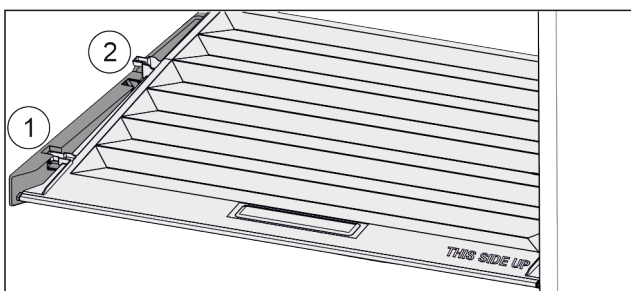

Fig. 58
- ▶ Deckel bis zur Öffnung in den Halteteilen nach vorne ziehen Fig. 58 (1).
- ▶ Hinten von unten anheben und nach oben wegnehmen Fig. 58 (2).